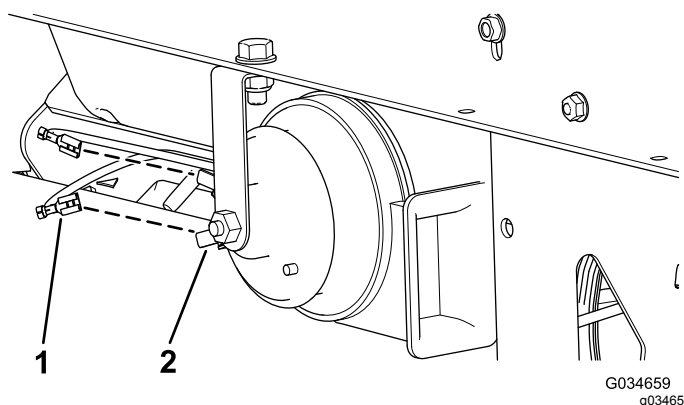

Figure 2
3. Branchez les 2 connecteurs femelles du faisceau de câblage principal dans les 2 connecteurs mâles de l'avertisseur sonore de 12 V (Figure 2).